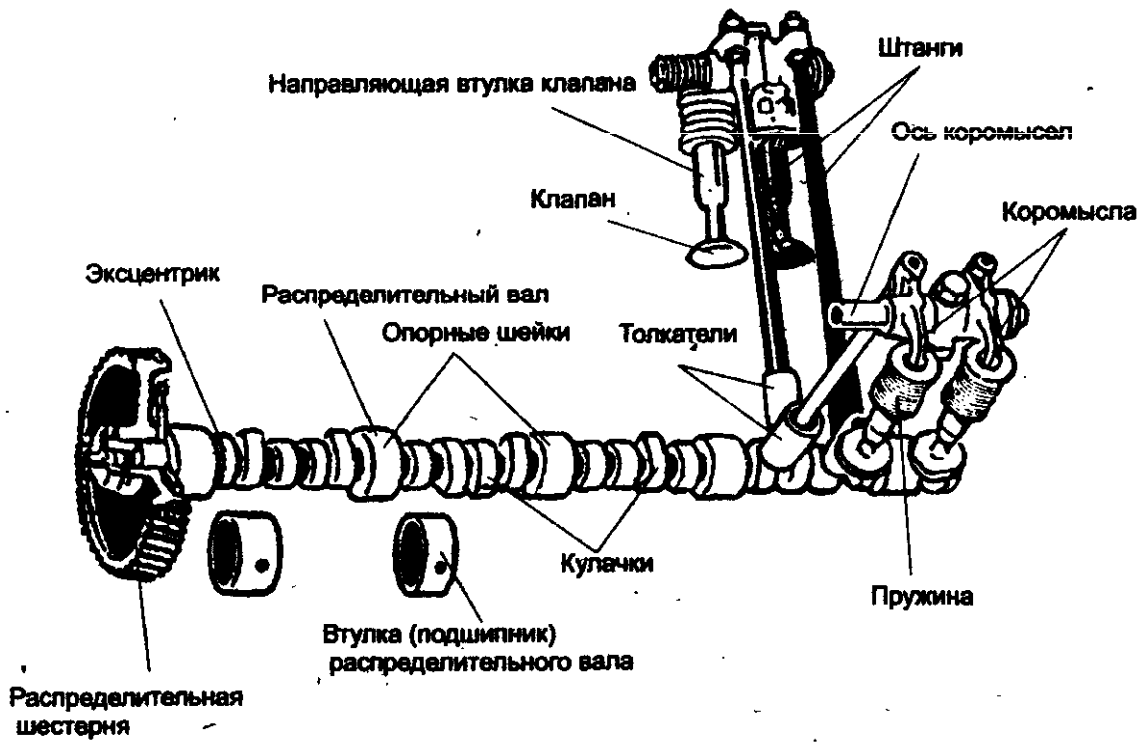

Рис. 64. Газораспределительный механизм V-образного двигателя с верхним расположением клапанов
*Газораспределительный механизм* (рис. 64) служит для своевременного впуска в цилиндры карбюраторного и газосмесительного двигателя горючей смеси и выпуска из них отработавших газов. В дизельных двигателях газораспределительный механизм впускает в камеры сгорания воздух и также выпускает из них отработавшие газы. Газораспределительные механизмы могут быть с верхним (в головке цилиндров) и нижним (в блоке цилиндров) расположением клапанов. Газораспределительный механизм с верхним расположением клапанов является наиболее распространенным, так как такое расположение клапанов облегчает доступ к клапанам для их обслуживания, позволяет получить компактную камеру сгорания и обеспечить лучшее наполнение ее горючей смесью или воздухом.